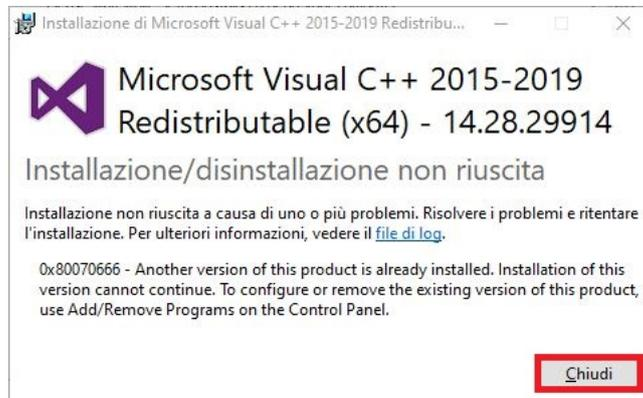

Figura 4.23: Messaggio di errore se già installato
- Se il pacchetto è già installato cliccare su "Chiudi" per chiudere il messaggio di errore che appare e proseguire con l'installazione degli altri pacchetti, figura 4.23.